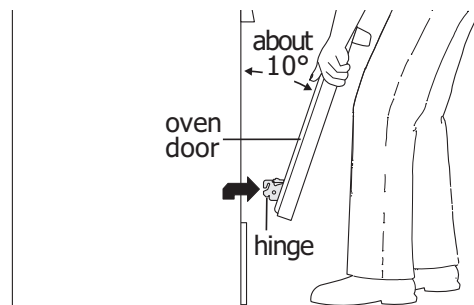

Figure 33 : Soutien de la porte pour la dépose
2. Tirer les verrous des charnières de gauche et de droite complètement vers le bas du cadre de four, vers la porte du four (voir Figure 33). Il peut être nécessaire d'utiliser un tournevis plat.
4. Pousser les verrous de charnière vers le haut et de part et d'autre du cadre de four à la position de verrouillage (voir Figure 33).